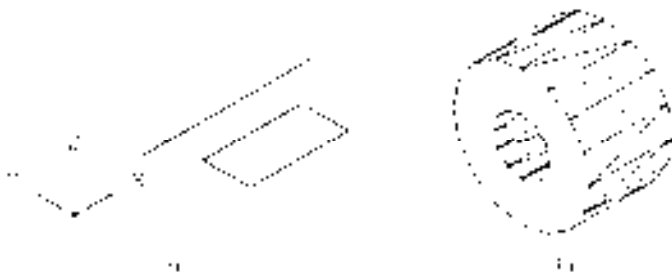

图 10-55 旋转体
- 2) 对象 (O)：选择已经绘制好的直线或用“多段线”命令绘制的直线段作为旋转轴线。
- 3) X (Y、Z) 轴：将二维对象绕当前坐标系 (UCS) 的 X (Y、Z) 轴旋转。图 10-55 所示为矩形平面绕 X 轴旋转的结果。